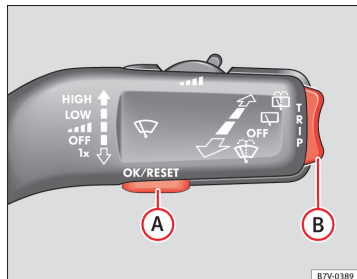
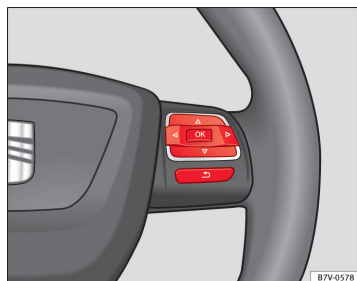

Fig. 37 Biler uden multifunktionsrat: på betjeningsarmen til viskerne: knappen (A) til bekræftelse af menuer og vippeknappen (B) til skift mellem menuer
Fig. 38 Højre side af multifunktionsrattet: knapper til betjening af menuerne i kombiinstrumentet
- Hvis der vises en information eller et piktogram af bilen, skal du trykke på knappen **OK** (⇒ Fig. 37 (A) eller ⇒ Fig. 38).
- Tryk øverst eller nederst på vippeknappen ⇒ Fig. 37 (B) eller på multifunktionsrattets pileknapper **↶** eller **↷**, indtil det ønskede menupunkt er markeret.